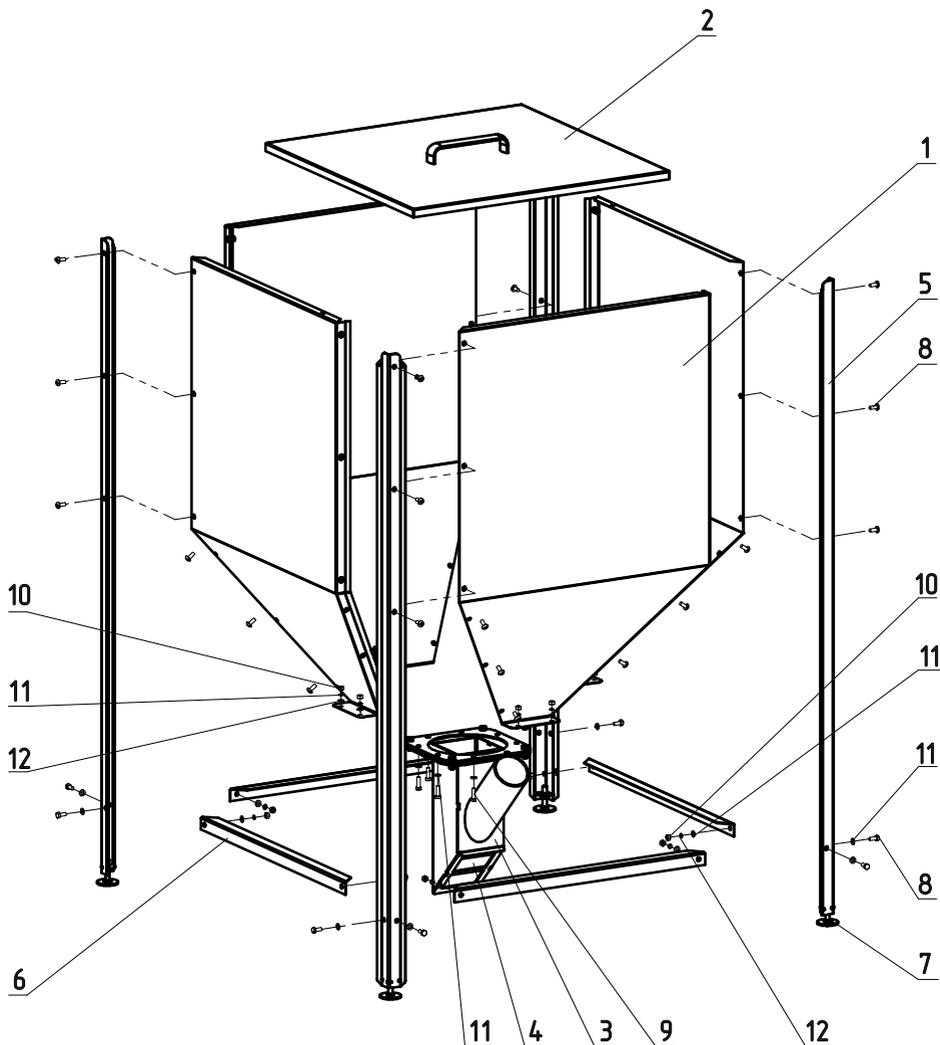

Рис. 6 Порядок сборки топливного бункера
6.2.2.2. Топливный бункер собирается перевернутым вверх ногами, поочередно скрепляются все четыре стенки топливного бункера и ножки бункера (Рис.6, поз.1 и 5) друг с другом, с помощью винтов (Рис.6, поз.8), затем прикручивается приемная горловина (Рис.6, поз.3), которая крепится к бункеру в следующей последовательности: болт (Рис.6, поз.9), шайба (Рис.6, поз.11), скрепляемые поверхности (горловина, основание бункера), шайба (Рис.6, поз.11), пружинная шайба (Рис.6, поз.12), гайка (Рис.6, поз.10).
Далее необходимо скрепить ножки бункера поперечными перекладинами (Рис.6, поз.6) между собой в следующей последовательности: винт (Рис.6, поз.8), шайба (Рис.6, поз.11), ножка бункера, поперечная перекладина (Рис.6, поз.6), шайба (Рис.6, поз.11), пружинная шайба (Рис.6, поз.12), гайка (Рис.6, поз.10).
6.2.2.3. После сборки топливного бункера необходимо вкрутить регулировочные болты ножек (Рис.6, поз.7) и перевернуть топливный бункер установив его на ножки.
6.2.2.4. Отрегулировать длину каждой ножки, чтобы бункер устойчиво стоял на поверхности в месте его установки с помощью регулировочных болтов (Рис.6, поз.7).
6.2.2.5. Далее необходимо установить люк прочистки (Рис.6, поз.4) и крышку бункера (Рис.6, поз.2) на место.
6.5.4. После завершения правильной установки механизма подачи топлива необходимо зафиксировать приемную горловину топливного бункера (Рис.6, поз.3) с помощью болтов (Рис.6, поз.9), и соединить механизм подачи с топливным бункером с помощью цепочки с крючками (Рис.3, поз.7).